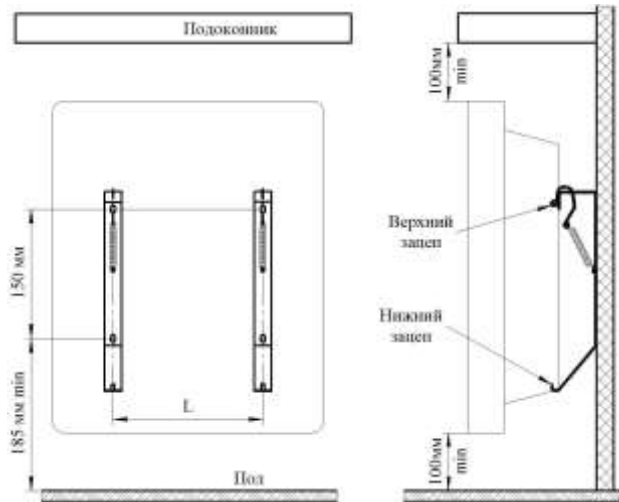

Рис. 3
5.4 Для стационарной установки конвектора выполните на стене разметку под крепёжные отверстия (см. рис. 3, табл. 2) и закрепите кронштейны для установки конвектора, любым